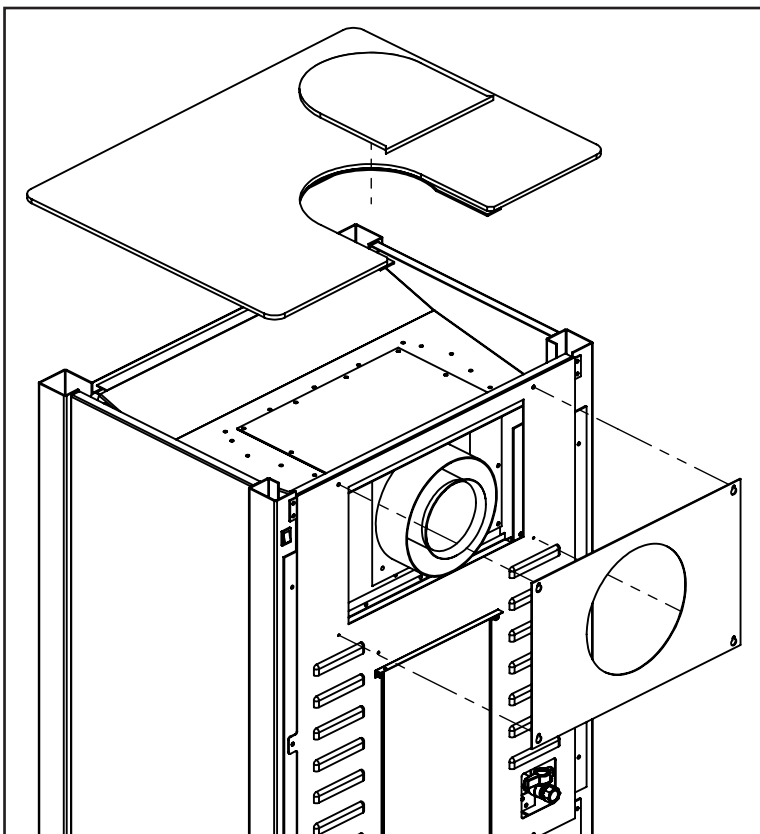

Figure 20. Conversion de ventilation - Étape 4
**Étape 4:** Re-installer le haut coulé en alignant les têtes de boulons sur la face inférieure, avec les supports arrière (voir figure 17). Re-installer la plaque arrière et serrez les quatre vis de fixation. Enfin, installez le couvercle en fonte d'ventilation fourni avec le S20 comme le montre la Figure 20.